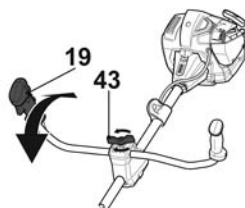

Fig. 18
- > Solte o botão de plástico [43] e ajuste o ângulo (fig. 18).